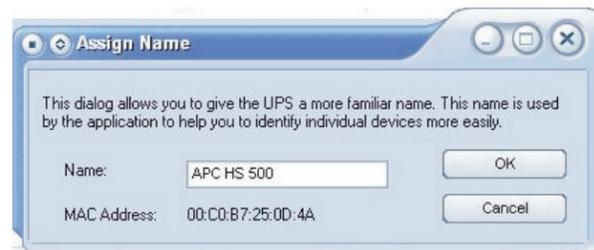

Рисунок 11. Окно присвоения имени
10. Для того чтобы присвоить устройству Back-UPS имя, нажмите кнопку **Assign Name (Присвоить имя)** и введите его в соответствующем диалоговом окне (Рис. 8). Присвоенное имя появится в левой от IP-адреса колонке (Рис. 11). При этом имена не должны повторяться.